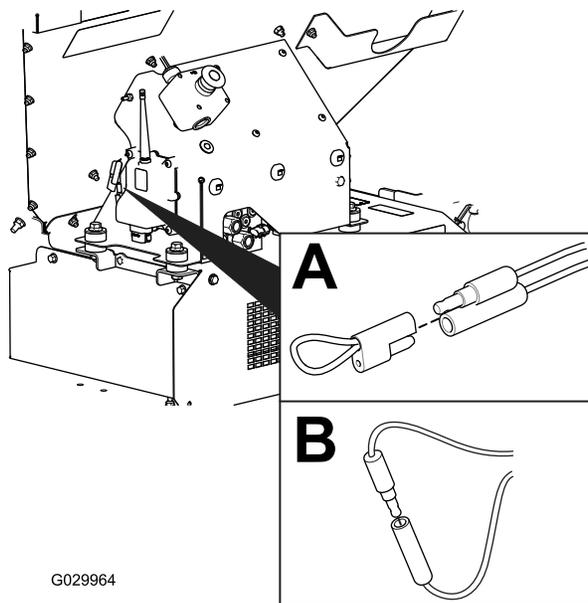

Bild 59
2. Ziehen Sie unverlierbaren Kappen der zwei Diagnostik-Shuntstecker ab (Bild 59, A).
3. Stecken Sie die Diagnostik-Shuntstecker zusammen (Bild 59, B).
2. Schließen Sie die Diagnostik-Shuntstecker ab (Bild 59, B).
3. Drücken Sie die unverlierbare Kappe auf die zwei Diagnostik-Shuntstecker (Bild 59, A).